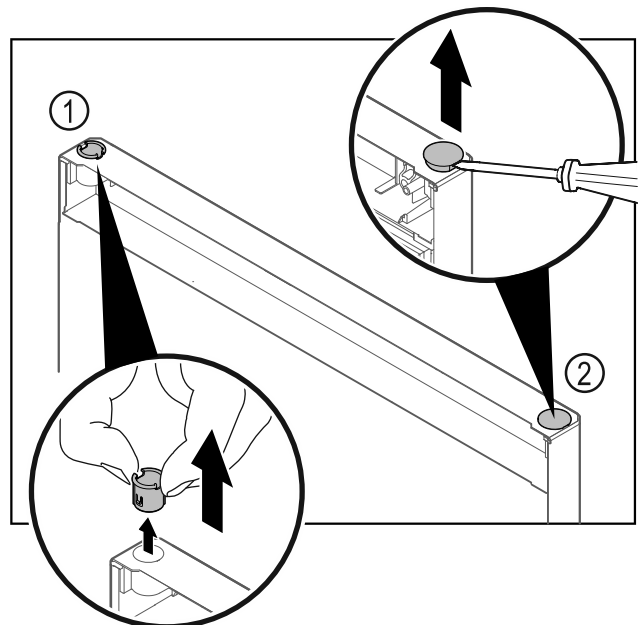

Fig. 28
- ▶ Scharnierbus Fig. 28 (1) met de vingers eruit trekken.
- ▶ Afdekstop Fig. 28 (2) voorzichtig met een sleufschroevendraaier optillen en eruit trekken.